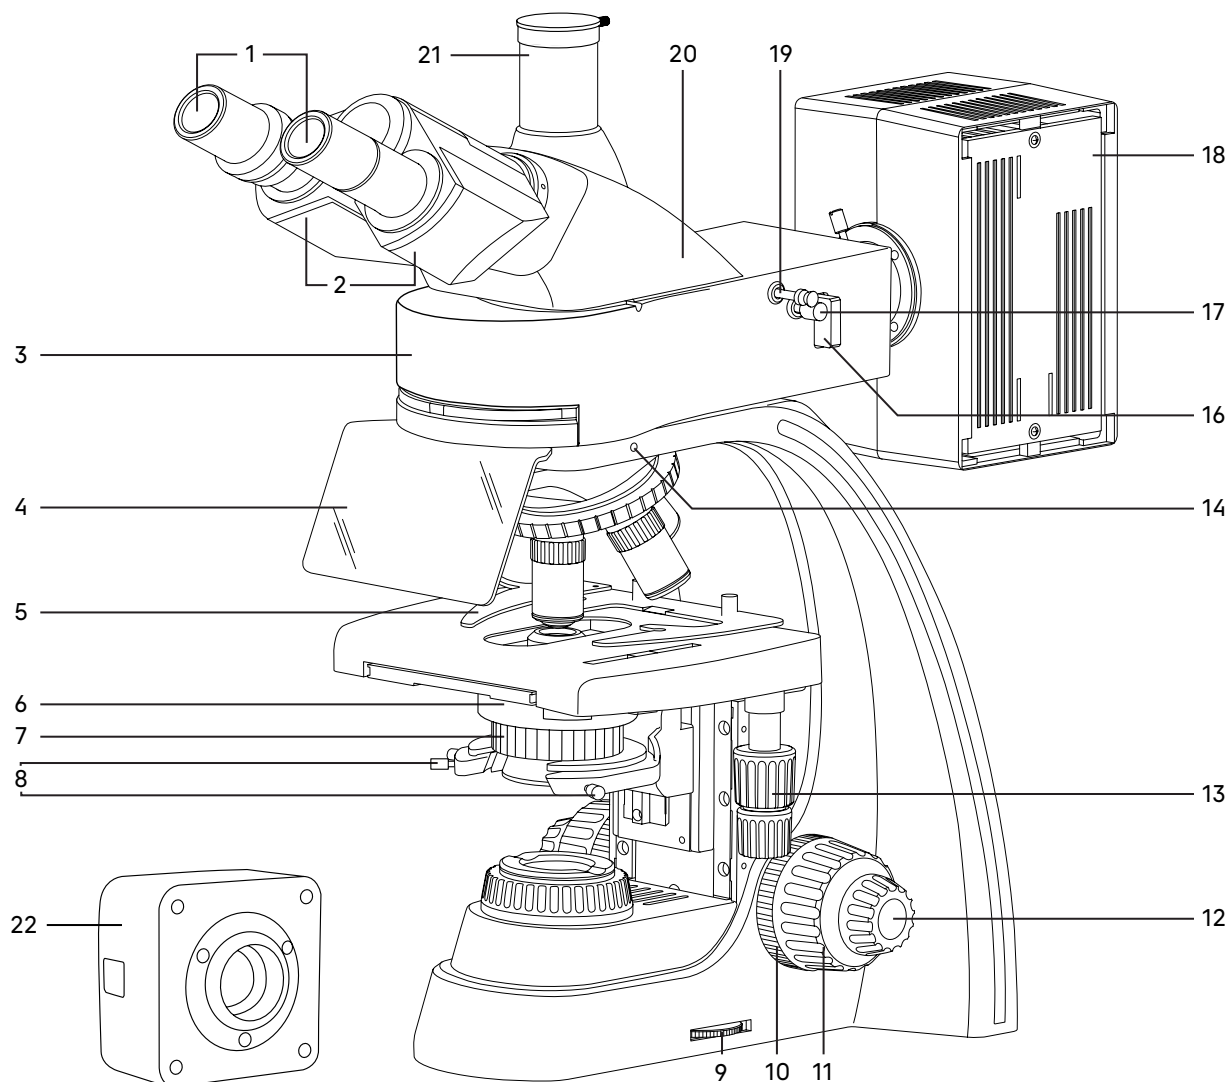
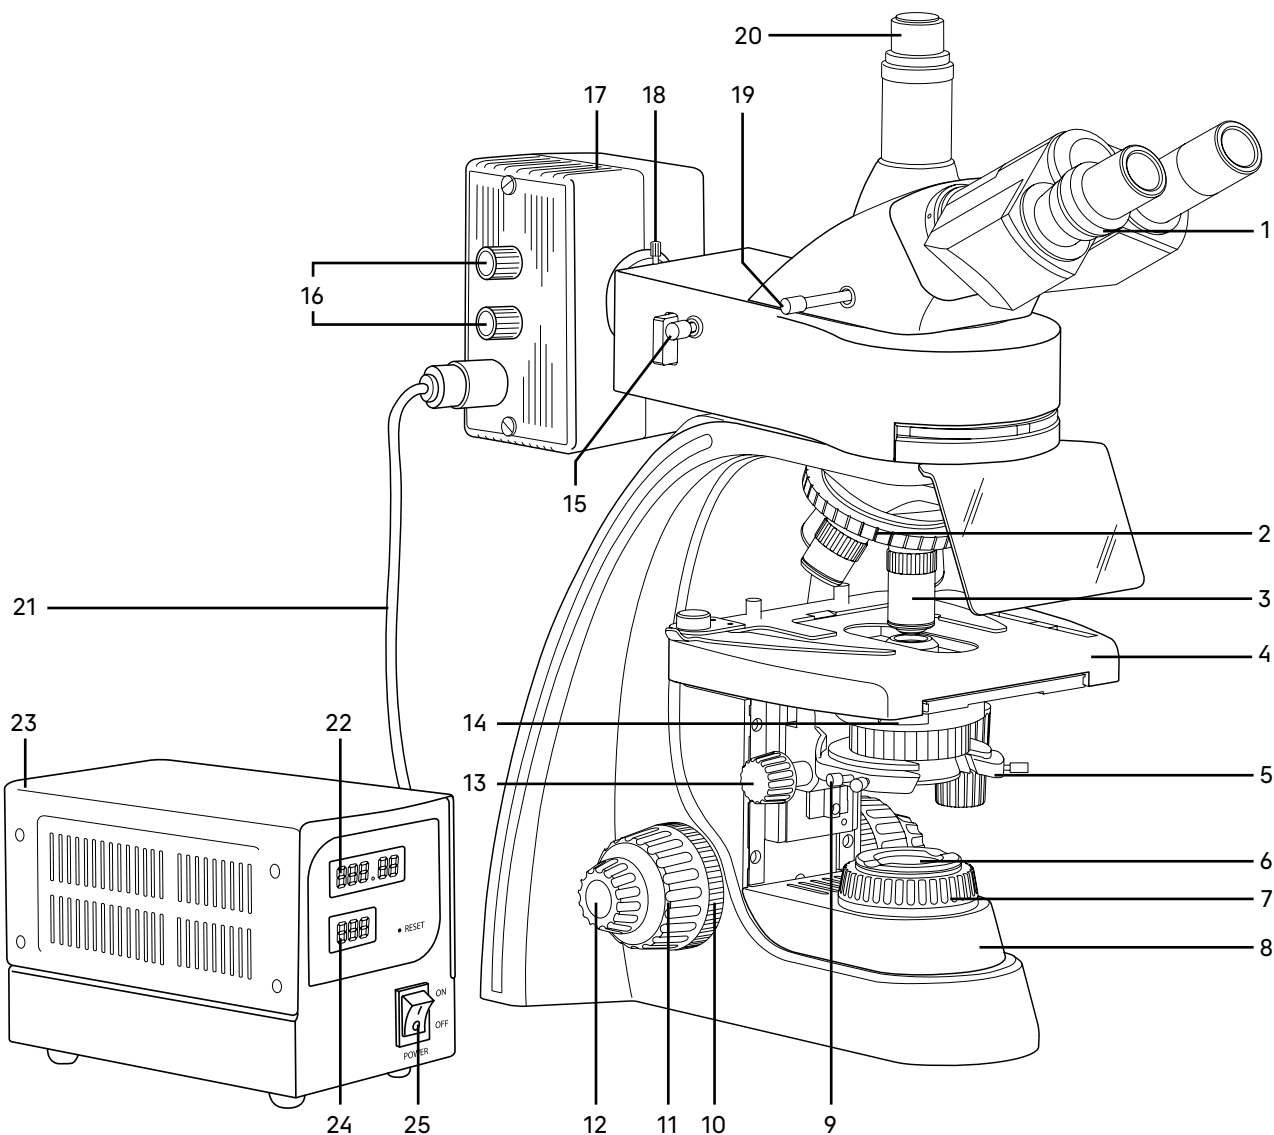

Рис. 1. Микроскоп MAGUS Lum D400. Вид справа
Рис. 2. Микроскоп MAGUS Lum D400. Вид слева
Полный состав микроскопа указан в разделе 8 данного руководства по эксплуатации. Общий вид микроскопа представлен на рис. 1 и 2.
Штатив 8 (рис. 2) представляет собой цельную конструкцию с основанием. Основание имеет Y-образную устойчивую эргономичную форму.
- револьвер 2 (рис. 2) с объективами 3 (рис. 2);
- предметный столик 4 (рис. 2);
- кронштейн конденсора 5 (рис. 2);
- коллектор в оправе с полевой диафрагмой 6 (рис. 2).
Ручка 9 (рис. 1) служит для регулировки напряжения питания источника проходящего света.
Фокусировка на объект осуществляется перемещением по высоте предметного столика 4 (рис. 2). Грубая фокусировка производится вращением коаксиальных рукояток 11 (рис. 1, 2), которые размещены по обеим сторонам штатива.
Тонкая фокусировка производится вращением рукояток 12 (рис. 1, 2), расположенных по обеим сторонам штатива. Тонкая фокусировка требуется для точного фокусирования на объект и для подфокусировки микроскопа на резкость изображения при смене объективов и препаратов.
Механизм регулировки жесткости хода грубой фокусировки 10 (рис. 1) – кольцо между штативом и рукояткой грубой фокусировки с правой стороны. С помощью кольца регулируется жесткость хода грубой фокусировки так, чтобы жесткость была комфортной для пользователя, но при этом столик не опускался самопроизвольно во время работы.
Рукоятка блокировки грубой фокусировки 10 (рис. 2) расположена с левой стороны. После завершения грубой фокусировки рекомендуется перевести рычаг в крайнее положение в направлении по часовой стрелке. Таким образом закрепится положение грубой фокусировки для быстрой рефокусировки после смены препарата.
Насадка 20 (рис. 1) обеспечивает визуальное наблюдение изображения объекта. Насадка устанавливается в отверстие верхнего фланца корпуса люминесцентной насадки 3 (рис. 1) и закрепляется винтом 15 (рис. 1). Насадку при установке развернуть окулярами в сторону предметного столика.
Изменение межзрачкового расстояния в насадке осуществляется разворотом окулярных тубусов 2 (рис. 1) в пределах 48–75 мм. Значение расстояния, установленного в соответствии с глазной базой наблюдателя, отсчитывается по шкале на насадке.
Механизм диоптрийной подвижки окуляров служит для компенсации аметропии глаз наблюдателя. Находится на левом окулярном тубусе – кольцо 1 (рис. 2). Второй окулярный тубус насадки неподвижный.
В вертикальный тубус 21 (рис. 1) корпуса визуальной насадки (канал визуализации) для фиксации камеры устанавливается переходник C-mount. Камера служит для вывода изображения на экран компьютера или монитор/телевизор. Переключение светового потока на вертикальный тубус производится рукояткой 19 (рис. 2). Рукоятка имеет два положения: 100/0 и 0/100.
В комплект микроскопа входят окуляры 1 (рис. 1). Окуляры имеют высокое положение выходного зрачка и предназначены для работы как в очках, так и без них.
Револьверное устройство 2 (рис. 2) обеспечивает установку пяти объективов 3 (рис. 2). Смена объективов производится вращением револьверного устройства за конусную рифленую поверхность до фиксированного положения.
Объективы 3 (рис. 2) рассчитаны на длину тубуса «бесконечность». Парфокальная высота объективов составляет 45 мм, линейное поле зрения в плоскости изображения – 22 мм. Рассчитаны для работы с препаратами с толщиной покровного стекла 0,17 мм или без покровного стекла. Микроскоп укомплектован объективами-планахроматами с увеличением 4х, 10х, 40х (люминесцентный), 100х. Дополнительно возможна комплектация объективом-планахроматом 20х и 60х и люминесцентным планахроматом 10х.
Конденсор 6 (рис. 1) установлен в кронштейн 5 (рис. 2) под предметным столиком микроскопа. Тип крепления конденсора – «ласточкин хвост». Конденсор устанавливается по направляющим при поднятом столике и опущенном кронштейне. Перемещение конденсора вдоль оптической оси микроскопа осуществляется с помощью рукоятки перемещения кронштейна конденсора 13 (рис. 2), расположенной слева от наблюдателя под столиком микроскопа. Диапазон перемещения конденсора – не менее 33 мм.
Конденсор имеет слот 14 (рис. 2) для установки слайдера темного поля или слайдера фазового контраста.
Кронштейн конденсора имеет пружинный держатель, с помощью которого двумя винтами 8 (рис. 1) конденсор центрируется в оптической оси. Фиксация конденсора в держателе осуществляется винтом 9 (рис. 2).
Ирисовая апертурная диафрагма регулируется (открывается/закрывается) кольцом 7 (рис. 1) Для достижения наилучшего качества изображения рекомендуется прикрывать апертурную диафрагму конденсора светлого поля приблизительно на 1/3 диаметра выходного зрачка объектива.
Двухкоординатный предметный столик 4 (рис. 2) обеспечивает перемещение объекта в двух взаимно перпендикулярных направлениях с помощью рукояток 13 (рис. 1), расположенных на одной оси.
У столика отсутствует выдвижная зубчатая рейка по оси X, что повышает эргономичность работы. Механизм с ременной передачей плавно перемещает объект. Объект крепится на поверхности столика препаратодержателем 6 (рис. 1), для чего прижим отводится в сторону. Препаратодержатель крепится к столику при помощи двух винтов. При снятом препаратодержателе объект можно перемещать рукой.